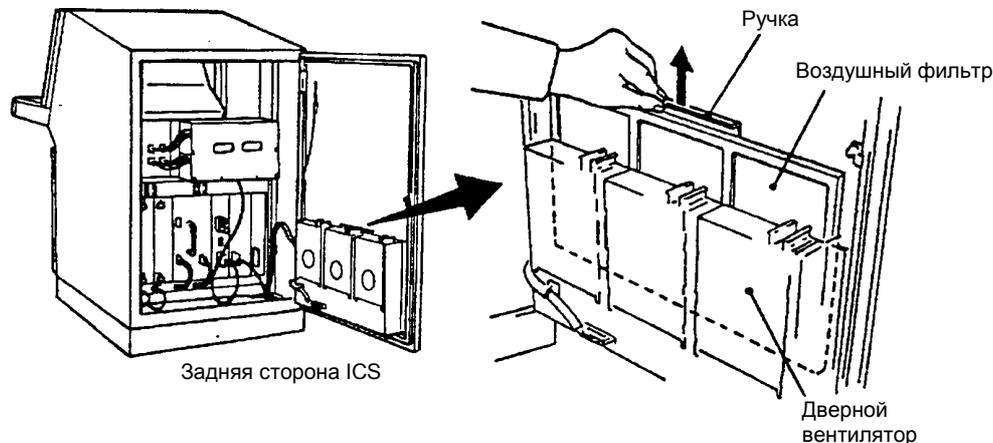

Рисунок 7.10 Отсоединение воздушного фильтра
- ① Откройте заднюю дверь ICS.
- ② Воздушный фильтр помещается в прорези между дверным вентилятором и задней поверхностью открытой двери. Чтобы вынуть воздушный фильтр возьмитесь за ручку рамки большим и указательным пальцами и потяните ее вверх (Рисунок 7.10).
- ③ После вынимания воздушного фильтра, положите его рамкой вниз.
- ④ Снимите воздушный фильтр с рамки, начиная с угла.